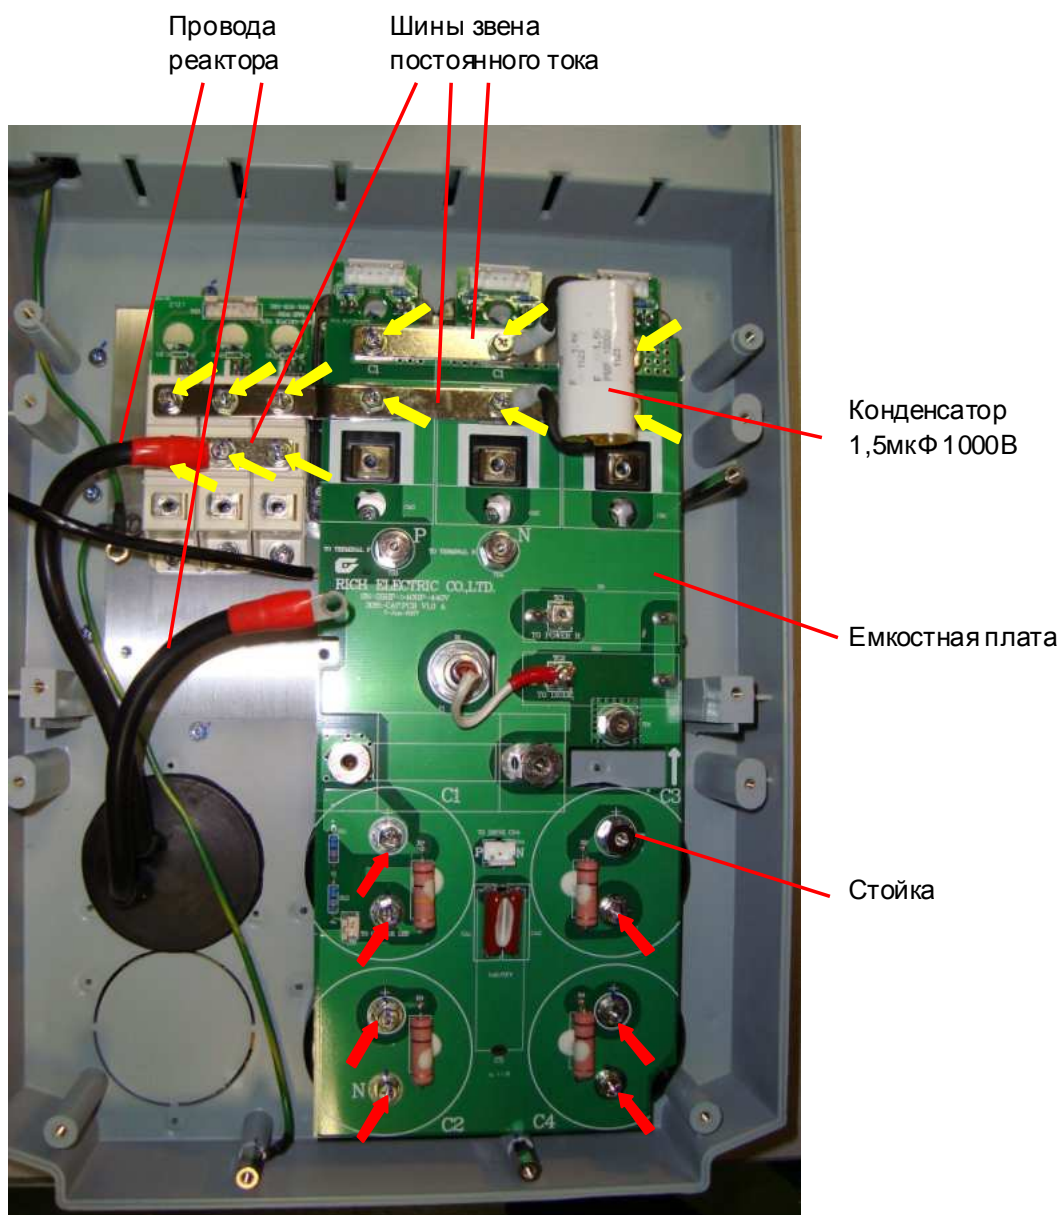

Рис. 6.15
6.10.5. Выкрутить 12 винтов крепления шин звена постоянного тока (рис. 6.15, желтые стрелки), демонтировать их и конденсатор 1 мкФ 1000В и положить в тару.
6.10.6. Выкрутить 7 винтов (рис. 6.15, красные стрелки) и одну стойку крепления емкостной платы, демонтировать ее и положить в тару.